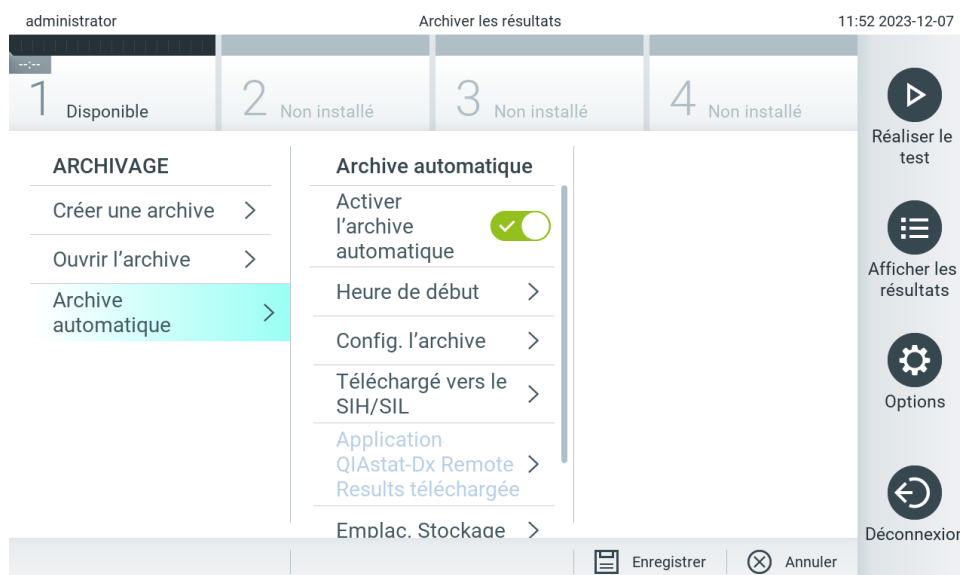

Figure 84. Options d'Automatic archive (Archivage automatique).
2. Appuyez sur **Automatic Archive** (Archive automatique) et activez la fonction (figure 84).